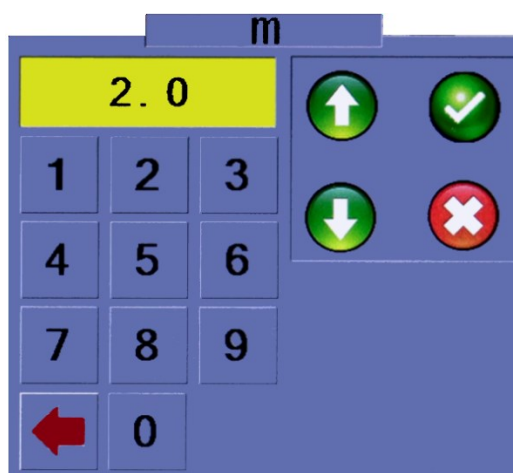

Bild24
- In die Felder der Arbeitsbreite die Breite einzelner Sektionen eingeben (Bild24).